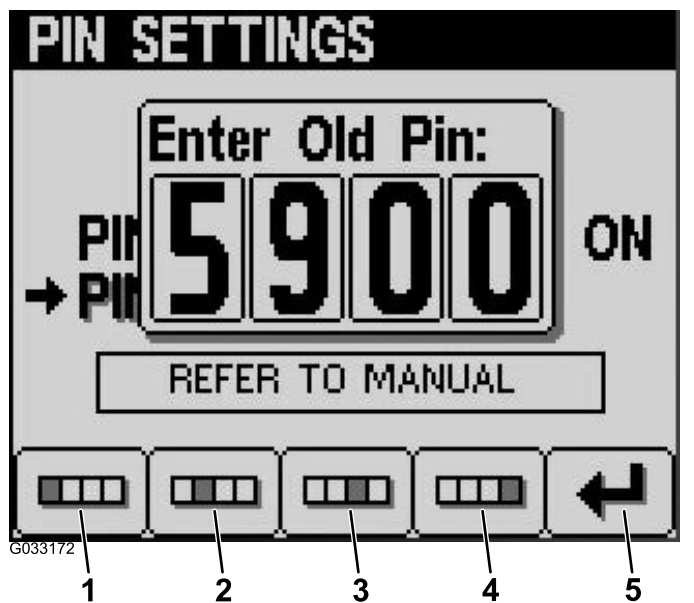

Figure 24
6. Saisissez l'ancien code PIN en utilisant les boutons 1 à 4 puis en appuyant sur le bouton n° 5 pour confirmer (Figure 24).